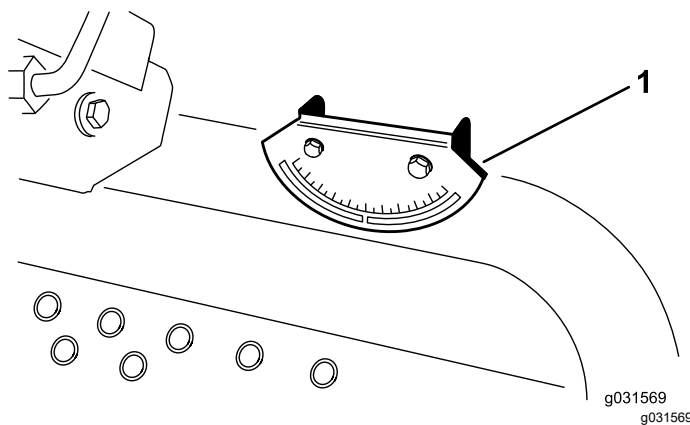

図 4
**注** この状態で、機体に装着されている傾斜計の読みも 0° でなければいけない 図 4。